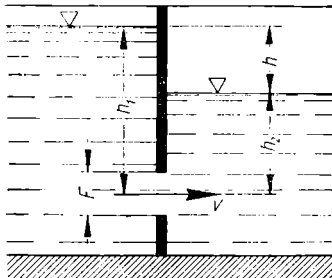

Bild 247
63. Wie groß ist die Ausflußgeschwindigkeit aus einer unter Wasser liegenden Gefäßöffnung nach Bild 247?